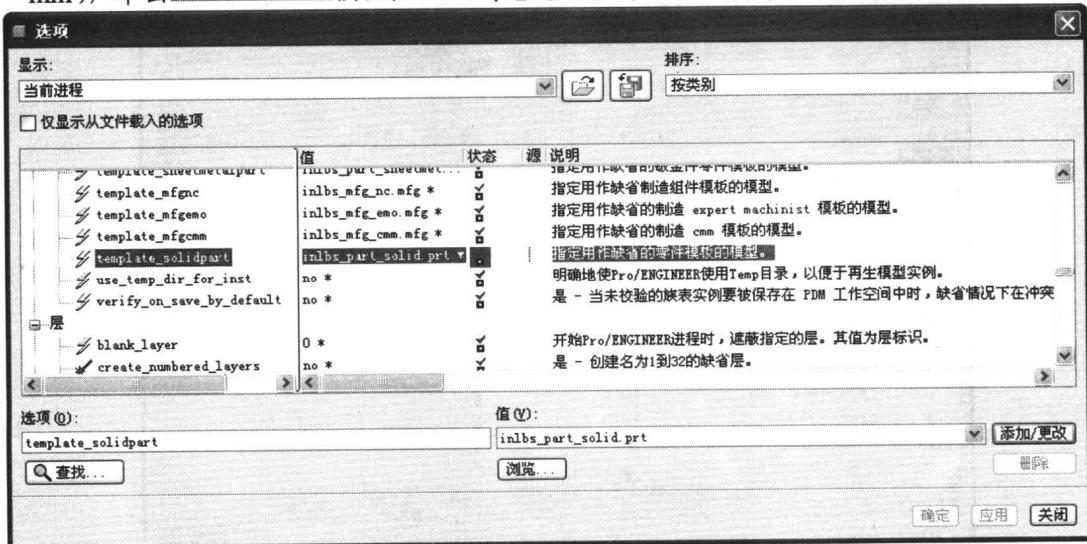
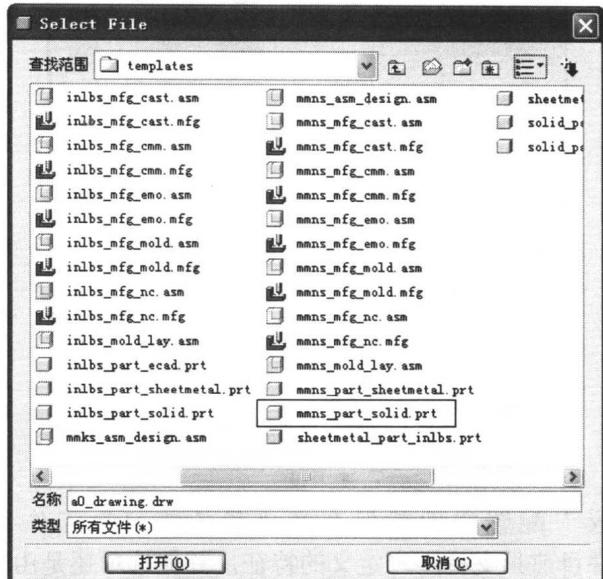

图1-7
图1-8
继续在【当前进程】下选择【template_solidpart】选项，如图 1-7 所示，单击【浏览...】按钮，弹出【Select File】对话框，如图 1-8 所示。查找 Pro/E 模板安装目录，此处为“D:\Program Files\proeWildfire 3.0\templates”，选取【mmns_part_solid.prt】(长度单位为 mm)，单击【打开 (O)】按钮，又回到【选项】对话框，再单击【添加/更改】和【应用】按钮。